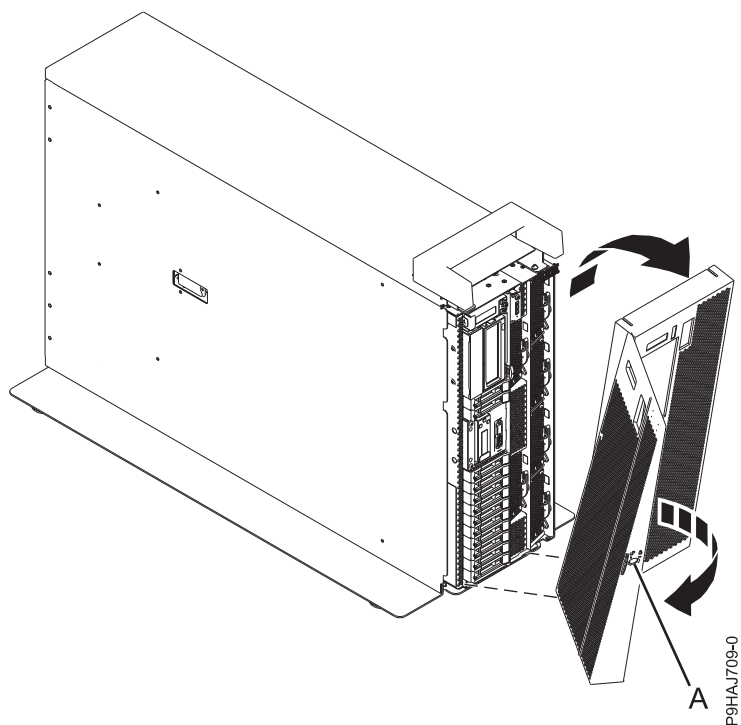

Figura 11. Extracción de la cubierta frontal
4. Tire de la cubierta para extraerla del sistema, tal como se muestra en la Figura 11. La cubierta tiene una hendidura que le permite sujetarla más fácilmente.